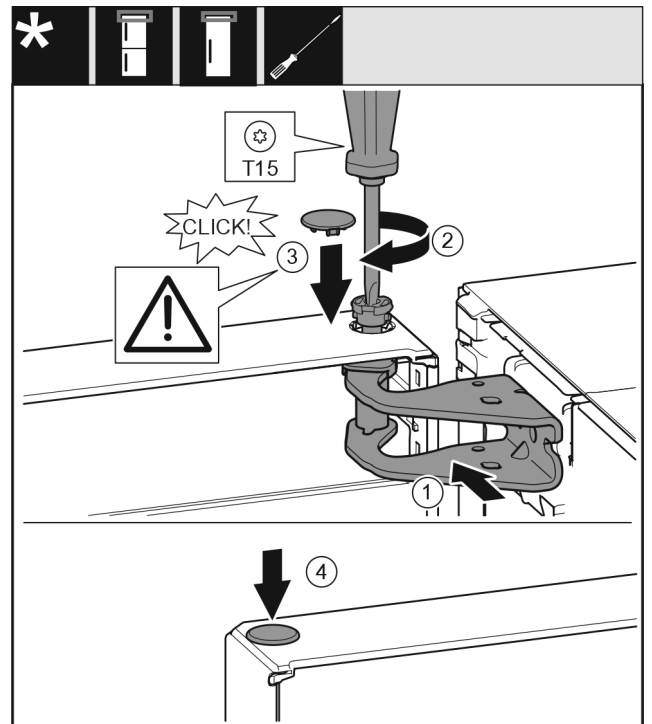

Fig. 19
- ▶ Выровняйте дверь вверху по отверстию в опорном кронштейне. Fig. 19 (1)
- ▶ Вставьте палец и затяните отверткой T15. Fig. 19 (2)
- ▶ Установите предохранительную крышку для защиты двери: Вставьте предохранительную крышку и проверьте, прилегает ли она к двери. В ином случае вставьте палец полностью. *Fig. 19 (3)*
- ▶ Вставьте заглушку. *Fig. 19 (4)*